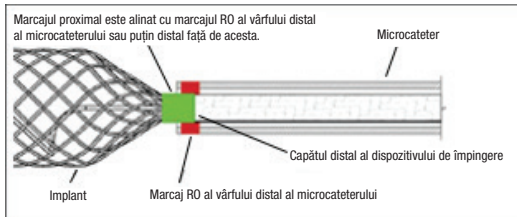

Figura 6 – Poziția benzilor de marcare pentru detașare
24. Sub ghidare fluoroscopică, avansați lent implantul în afara vârfului microcateterului. Continuați să avansați implantul către locul dorit până ce marcajul radioopac al implantului este aliniat cu marcajul vârfului distal al cateterului sau puțin distal față de acesta, poziționând zona de detașare imediat în afară. Consultați figura 6. Repoziționați dacă este necesar. Dacă mărimea implantului nu este adecvată, eliminați-l și înlocuiți-l cu un alt dispozitiv. Dacă se observă sub fluoroscopie o mișcare nedorită după instalare și anterior detașării, îndepărtați implantul și înlocuiți-l cu alt implant, de mărime mai potrivită. Mișcarea poate indica faptul că dispozitivul poate migra odată ce este desprins. **NU** rotiți dispozitivul de împingere pe durata introducerii sau ulterior implantării în sistemul vascular. Rotirea dispozitivului de împingere poate duce la deteriorarea